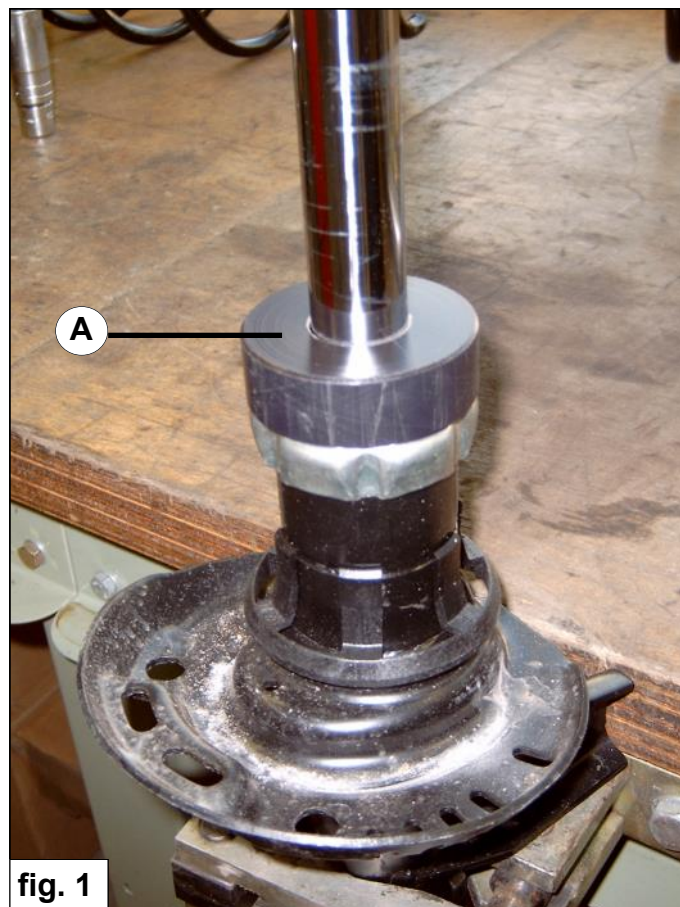

fig. 1
5. Entfernen Sie die Protektion des Klebstreifen und kleben Sie den Puffererhöher **A** zu dem Stoßdämpfer. Siehe Fig. 1.
5. Retirez le film de protection des bandes adhésives sur le tampon A et collez-le sur le capuchon de l'amortisseur (fig. 1).